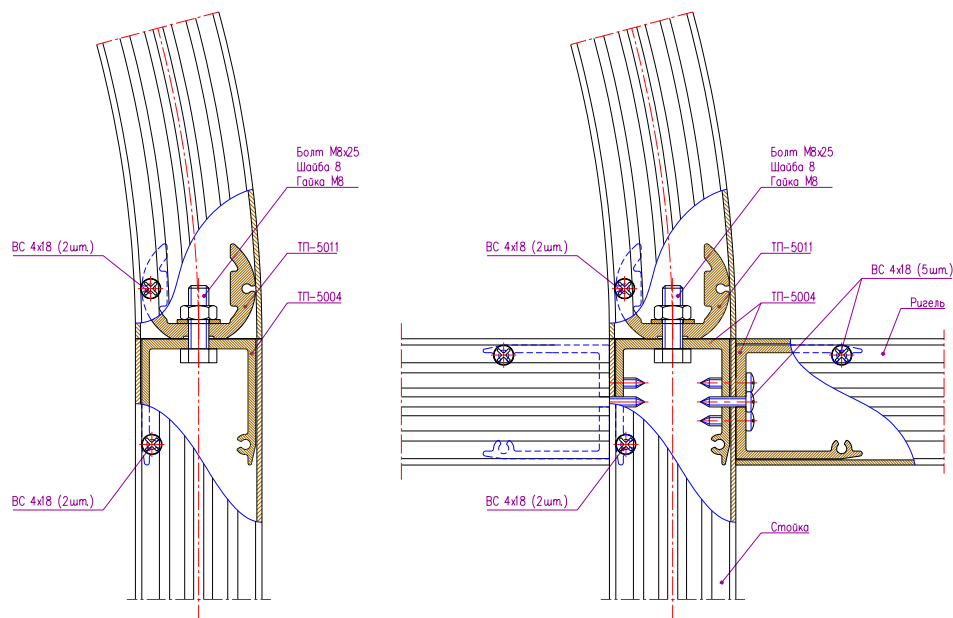

Рис. 6-5 Соединение гнутых профилей со стойками
- Примеры гнутых профилей со стойками см. рис. 6-5;